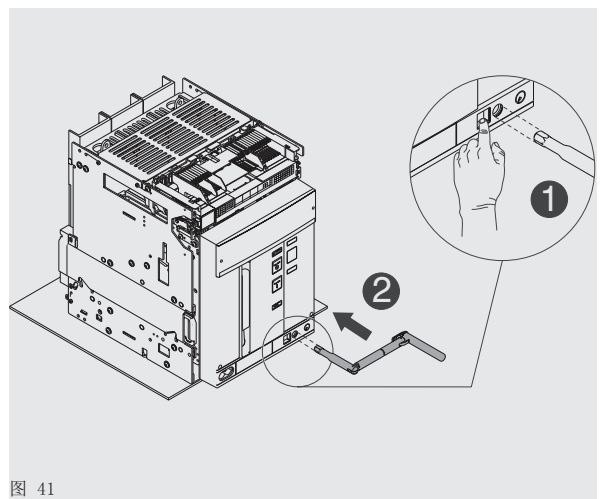

图 41
8. 按下锁定按钮，往移动部分上插入摇把。这过程中，移动部分仍处于 DISCONNECT 位置。请查阅 图 41.